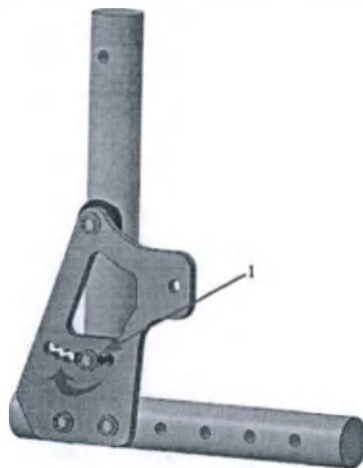

Рис.1.5
5.4.2 Коляска оснащена регулируемой по углу наклона спинкой. Для регулировки спинки по углу наклона открутите болт (поз.1, рис.1.5) отрегулируйте спинку на необходимый угол, закрутите болт.